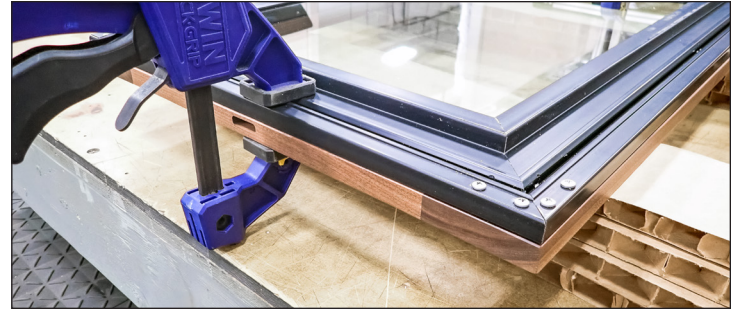

Fig. 6. Asegúrese de que la ranura central del revestimiento esté colocada en la parte superior de la puerta.
4. Coloque la puerta boca abajo en el revestimiento. A continuación, centre la puerta y el revestimiento. Véase la fig. 6. **ATENCIÓN** Centre la puerta y el panel protector en las esquinas.
5. Sujete la puerta y el panel. Véase la fig. 6.